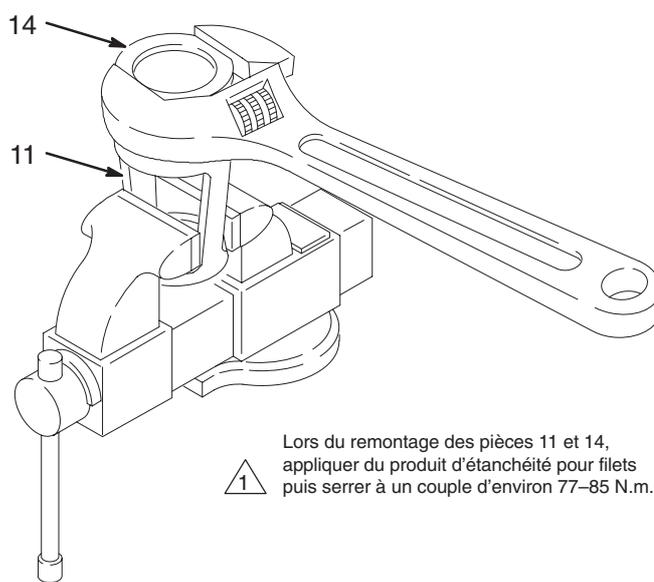
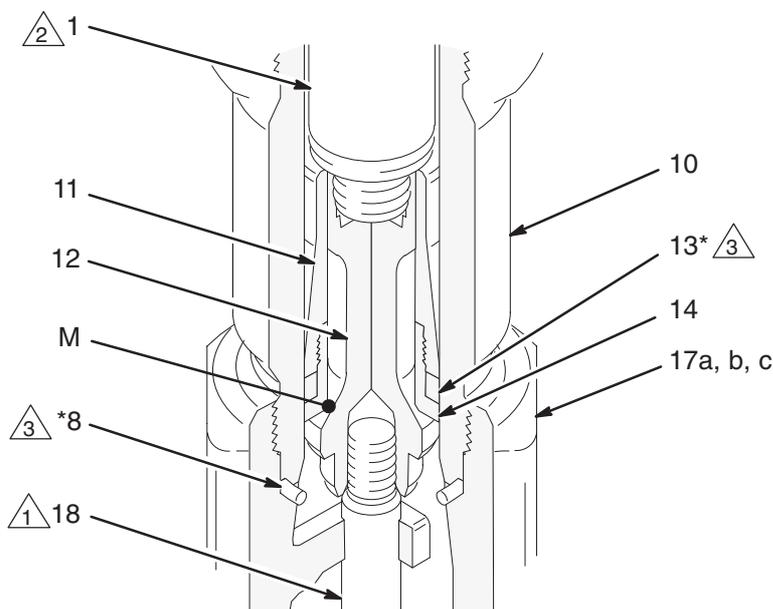

Fig. 11
Fig. 12
9. Retirer le joint (8) du fond du cylindre (10). Voir Fig. 12. Exposer le cylindre à la lumière pour vérifier que sa surface interne ne présente aucune trace d'éraflure ou de détérioration. **Dévisser le cylindre du collecteur de sortie à l'aide d'une clé à tube uniquement si le cylindre est détérioré ou en cas de détection de fuite autour du joint à la partie supérieure du cylindre (8).** Oter le joint du cylindre supérieur.
10. Serrer les méplats de la tige de piston (1) dans un étau. Dévisser le piston (12) de la tige; la tige de piston d'amorçage (18) viendra avec. Faire coulisser le guide du piston (11) et le siège (14) pour les retirer du piston (12).
11. Il n'est pas nécessaire de retirer la tige du piston d'amorçage (18) du piston (12) sauf si l'examen révèle des détériorations sur l'une des pièces. Pour le démontage, serrer les méplats du piston dans un étau et dévisser la tige.
12. Serrer le guide de piston (11) dans un étau comme indiqué en Fig. 11. À l'aide d'une clé à molette, dévisser le siège du piston (14) du guide. Retirer le joint (13); toujours le remplacer par un nouveau joint. Vérifier que les surfaces de contact (M) du piston (12) et du siège du piston (14) ne portent aucune trace de détérioration ou d'usure. Voir la Fig. 12.
2. En orientant la partie chanfreinée vers le haut, pousser le joint du clapet de pied (39\*) dans le logement de l'écrou de presse-étoupe du clapet de pied (15) jusqu'à l'installation correcte. Le bec du joint doit se trouver en surface ou légèrement en retrait par rapport à l'écrou de presse-étoupe.
3. Serrer les méplats du corps de clapet (16) dans un étau. Visser à la main l'écrou de presse-étoupe dans le corps du clapet. Mettre de côté l'ensemble du clapet de pied.
4. Lubrifier le joint de piston (13\*) puis le mettre en place sur le siège du piston (14). Appliquer du produit d'étanchéité pour filets sur les filetages du siège et du guide de piston (11). Visser le guide sur le siège (14). Serrer le guide dans un étau comme indiqué dans la Fig. 11 puis serrer le siège au couple de 77–85 N.m.
5. Si la tige du piston d'amorçage (18) a dû être extraite du piston (12), serrer les méplats du piston dans un étau. À l'aide d'une clé à molette appliquée sur les méplats de la tige, visser la tige dans le piston. Serrer au couple de 125–139 N.m. Veiller à ne pas produire de bavures sur les méplats de la tige.
6. Placer l'ensemble du siège du piston/guide sur le piston (12) de manière à faire coïncider les surfaces chanfreinées à 45°. Visser à la main la tige de piston (1) dans le piston (12) puis serrer la tige au couple de 324–368 N.m.
1 Clapet anti-retour de piston (voir la Fig. 12).